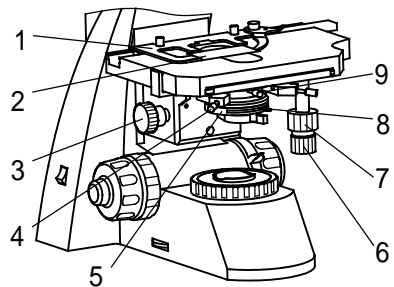

图 6
4. 机械式载物台的控制 (图 6)
- 1) 旋转聚光镜升降手轮 3 可使聚光镜 5 上下移动。旋松聚光镜固定螺钉 9，可方便取下聚光镜。孔径光阑手柄 8，用于调节显微镜照明系统的数值孔径。(图 6)
- 2) 从目镜筒上取下目镜后，观察物镜光瞳像内的孔径光阑象，若物镜光瞳像 1 与孔径光阑像 2 不同心时，可调节聚光镜调节螺钉 4 (图 6)。转动孔径光阑手柄，以调节光阑的大小。一般情况下，